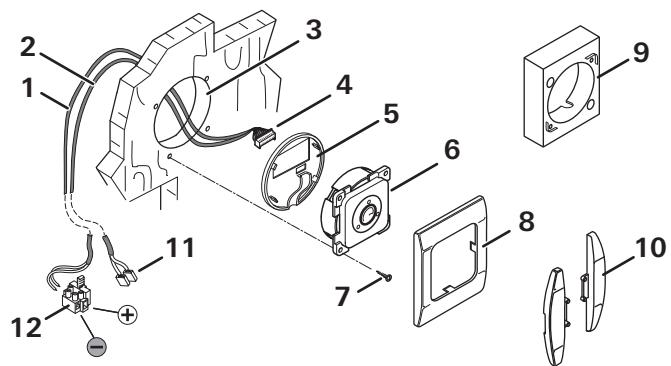

Fig. 3
- ▶ Find et egnet, synligt sted til betjeningselementet (Fig. 3).
- ① Tilslutningskablet er 6 m langt. Ved behov kan der bestilles et forlængerkabel på 5 m (artikelnr. 34300-01).